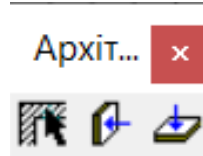

Рис. 8.3. Панель інструментів *Архітектура*
3. Відобразити панель інструментів *Архітектура* (меню *Вигляд* → *Панелі інструментів* → *Архітектура*). За допомогою відповідних команд (рис. 8.3) побудувати підлогу та стіни для кухні з трьох сторін там де будуть стояти кухонні меблі. Накласти на стіни та підлогу текстури